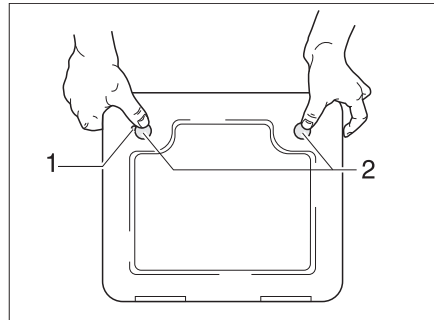

Fig. 364 Trampilla para el inodoro cassette
- Abrir la trampilla para el cassette en el exterior del vehículo. Para esto, introducir la llave en el cilindro de cierre del cierre a presión (Fig. 364,1) y girarla un cuarto de vuelta.
- Presionar ambos cierres a presión (Fig. 364,2) al mismo tiempo con el pulgar y abrir la trampilla para el cassette.